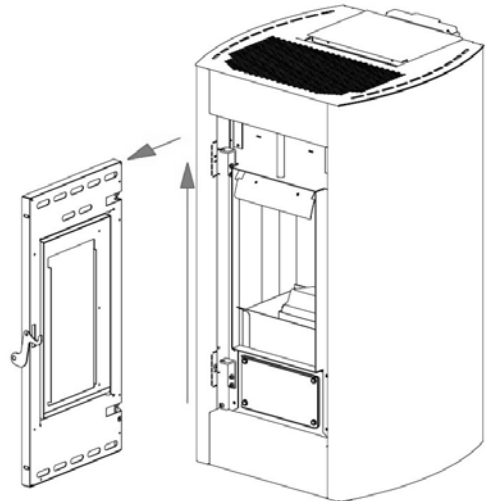

Fig. 20 - Verwijdering van de deur
- De deur heffen zodat de deurpinnen uit de beugels van de structuur komen (zie **Fig. 20**).